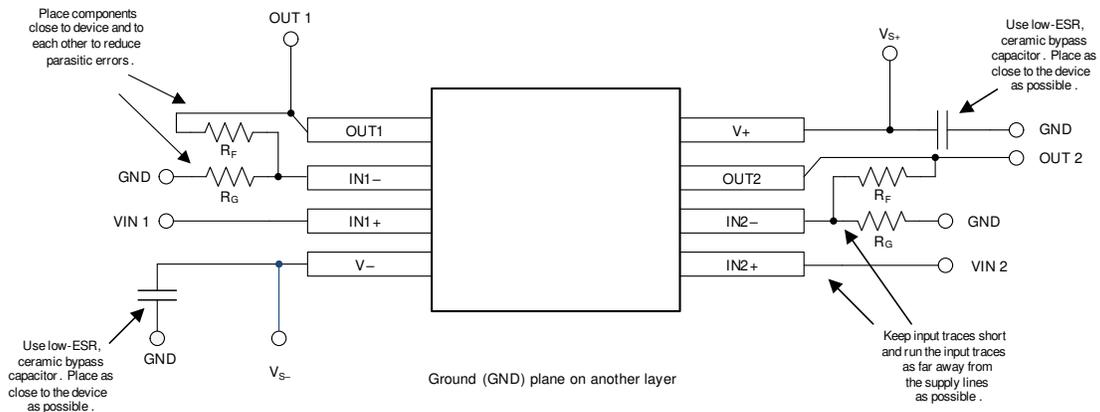

图 10-2. 布局示例
- 外部元件的位置应尽量靠近器件，如图 10-2 中所示。使 RF 和 RG 接近反相输入可最大限度地减小寄生电容。